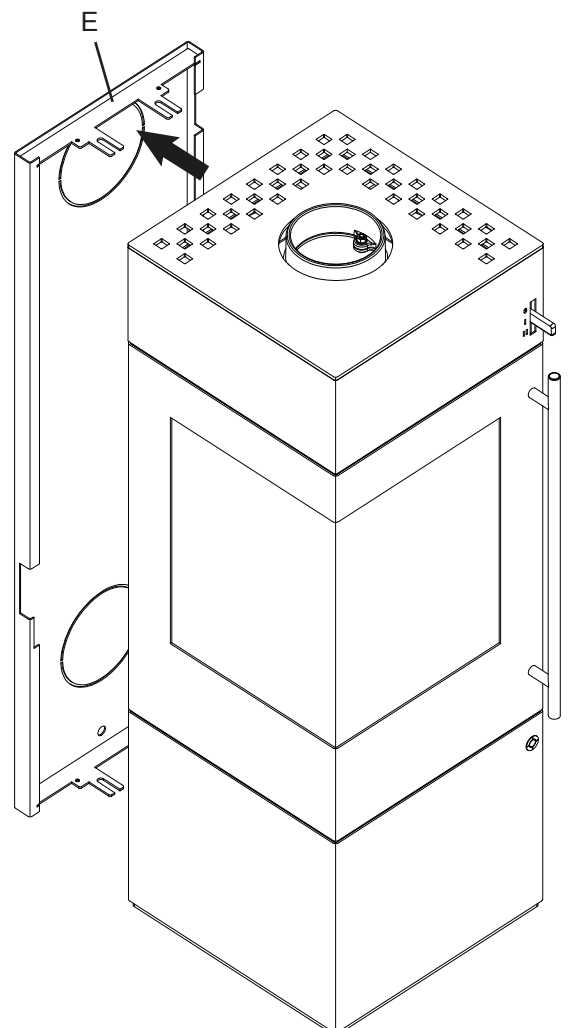

Fig.10
- Achterwand (E) afnemen (zie Fig.10).